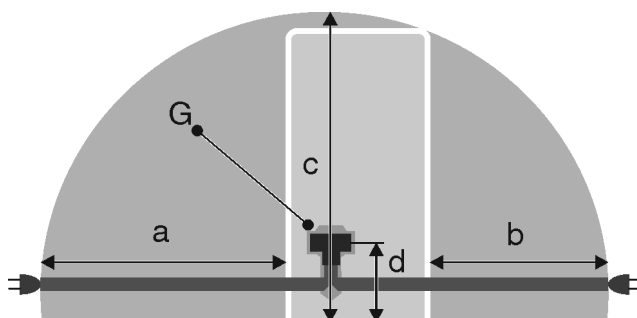

Fig. 23 Combiné réfrigérateur-congélateur / congélateurs / réfrigérateur BioFresh Grand volume
- La prise de courant ne se trouve pas derrière l'appareil mais dans les zones a ou b Fig. 23 (a, b, c).
- ▶ Introduire la fiche de l'appareil Fig. 23 (G) au dos de l'appareil. Veiller à bien les encliqueter.